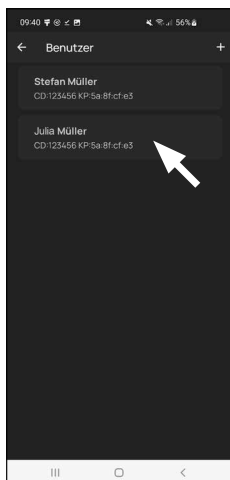

Fig. 7
- ! **Remarque :** Si vous souhaitez entrer des médiums d'identification pour d'autres utilisateurs, revenez au menu et sélectionnez l'utilisateur désiré (Fig. 7). Répétez les étapes de ce chapitre pour cet utilisateur.